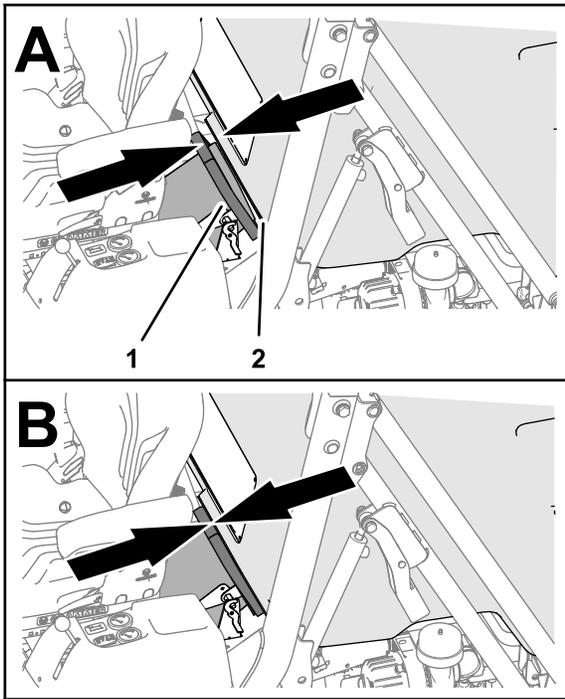

Figura 137
2. Deslice la tolva hacia delante o hacia atrás hasta que la entrada de la tolva se alinee con la junta del conducto de descarga (Figura 137).